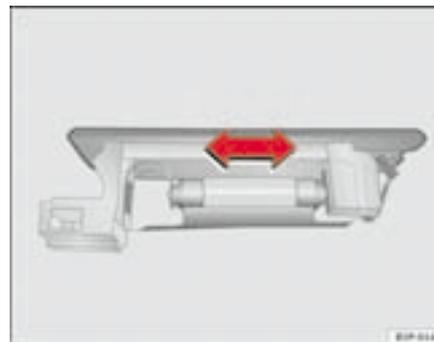

Fig. 193 Luz maletero
- Presione la lámpara lateralmente y extraícala del alojamiento. ⇒ fig. 193 ■